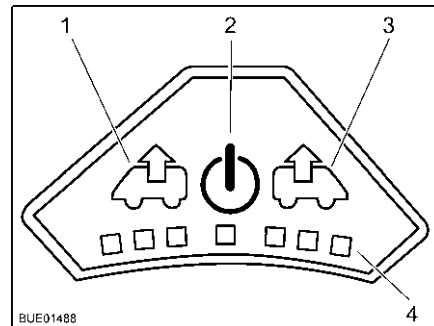

Bild 86 Fläktaglage
Slå på: ■ Tryck på på/av-knappen (Bild 86,2). Fläkten går i komfortläge (vädring med lägsta fläktvarvtal).
Avluftning: ■ För att höja fläktvarvtalet: Tryck på vädringsknappen (Bild 86,1). Fläktvarvtalet i vädringsriktningen ökar en nivå. Lampor (Bild 86,4) visar de olika nivåerna.
■ För att minska fläktvarvtalet: Tryck på ventilationsknappen (Bild 86,3). Fläktvarvtalet minskar en nivå.
- För att höja fläktvarvtalet: Tryck på ventilationsknappen (Bild 86,3). Fläktvarvtalet i ventilationsriktningen ökar en nivå. Lampor (Bild 86,4) visar de olika nivåerna.
- För att minska fläktvarvtalet: Tryck på vädringsknappen (Bild 86,1). Fläktvarvtalet minskar en nivå.
- Tryck på på/av-knappen (Bild 86,2). Fläkten stannar och lamporna släcks.